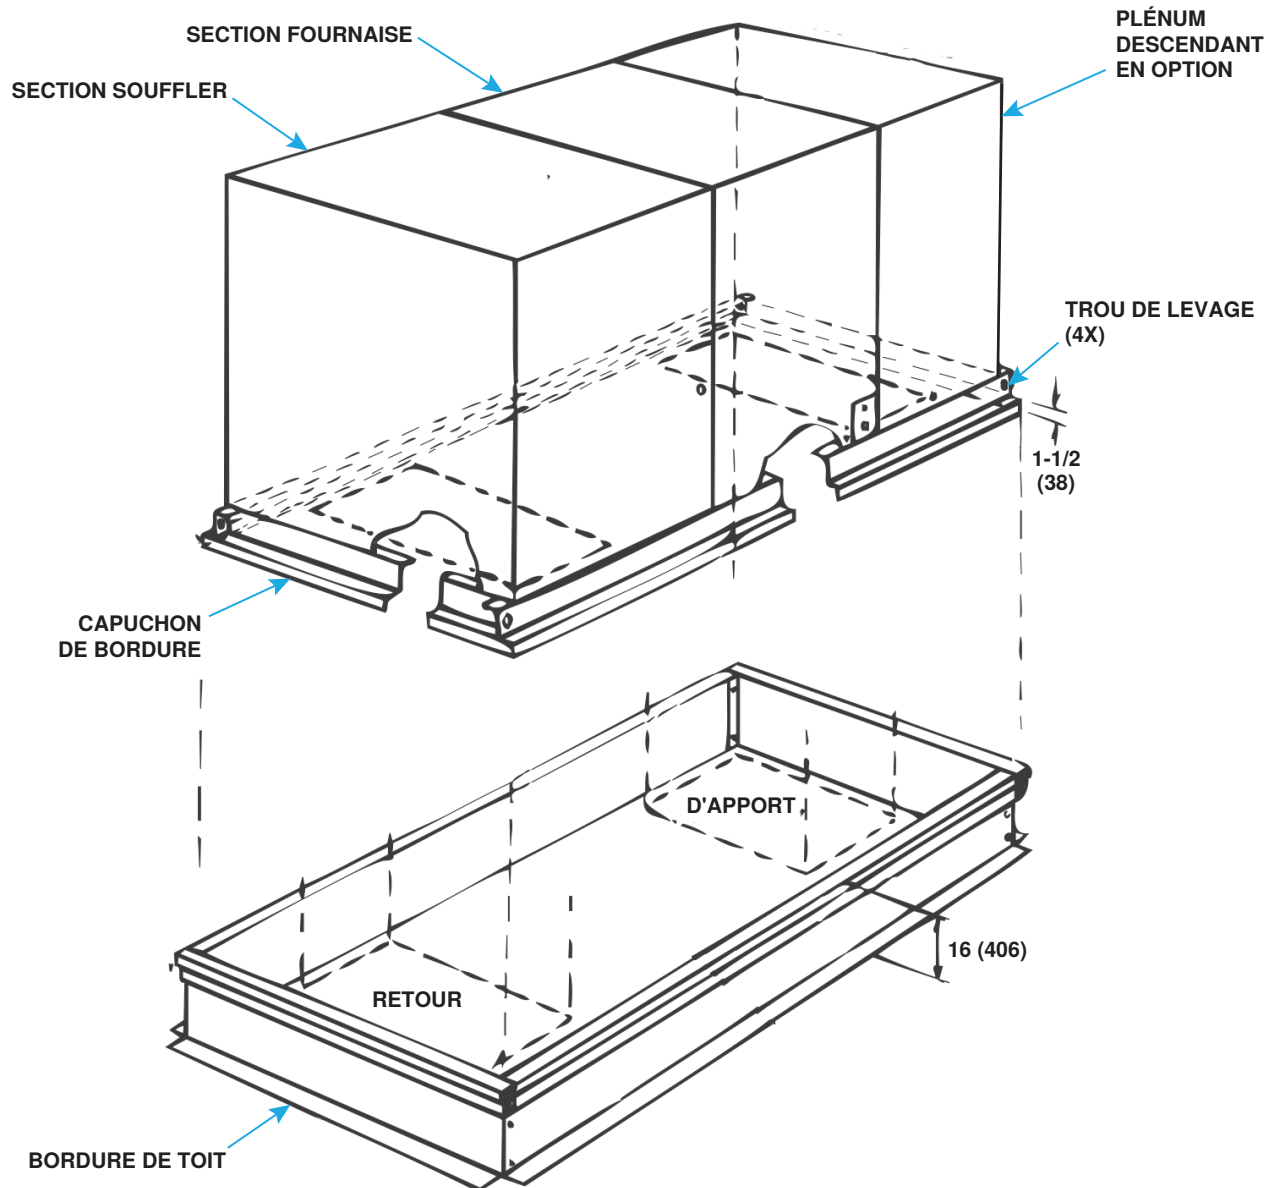

Figure 5. Installation de l'unité sur une bordure de toit
9. Terminez l'installation de l'unité sur la bordure de toit (voir Figure 5) conformément au manuel de installation, fonctionnement et entretien fourni avec l'unité.